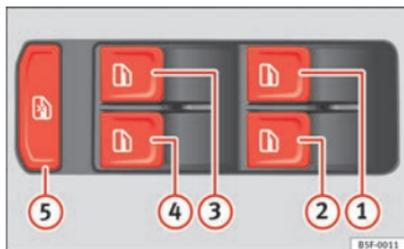

Fig. 58 Detalle de la puerta del conductor: mandos para las ventanillas delanteras y traseras
Las teclas ⇒ fig. 58 ①, ②, ③ y ④ tienen dos posiciones para la apertura de las ventanillas y otras dos para el cierre. De este modo es más fácil controlar las operaciones de apertura y cierre.